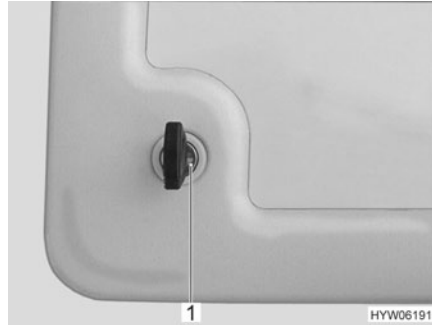

Fig. 32 Trampilla para el inodoro cassette
- Introducir la llave en el cilindro de cierre del cierre a presión (Fig. 32,1) y girarla un cuarto de vuelta.
- Introducir la llave en el cilindro de cierre (Fig. 32,1) y girarla un cuarto de vuelta.